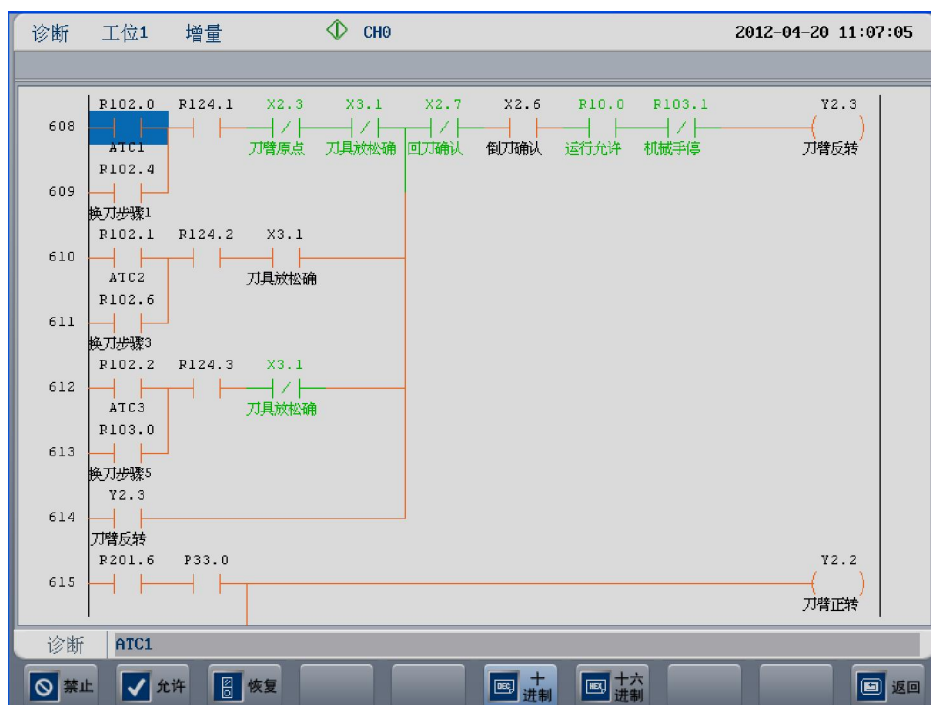

图 4.2.4 刀臂反转
- 1) 找到刀臂反转的代码位置，如图 4.2.4；
- 2) 选择一条线路，如图 4.2.4 中的 ATC1，强制将这条线路中的断开元件全部允许；